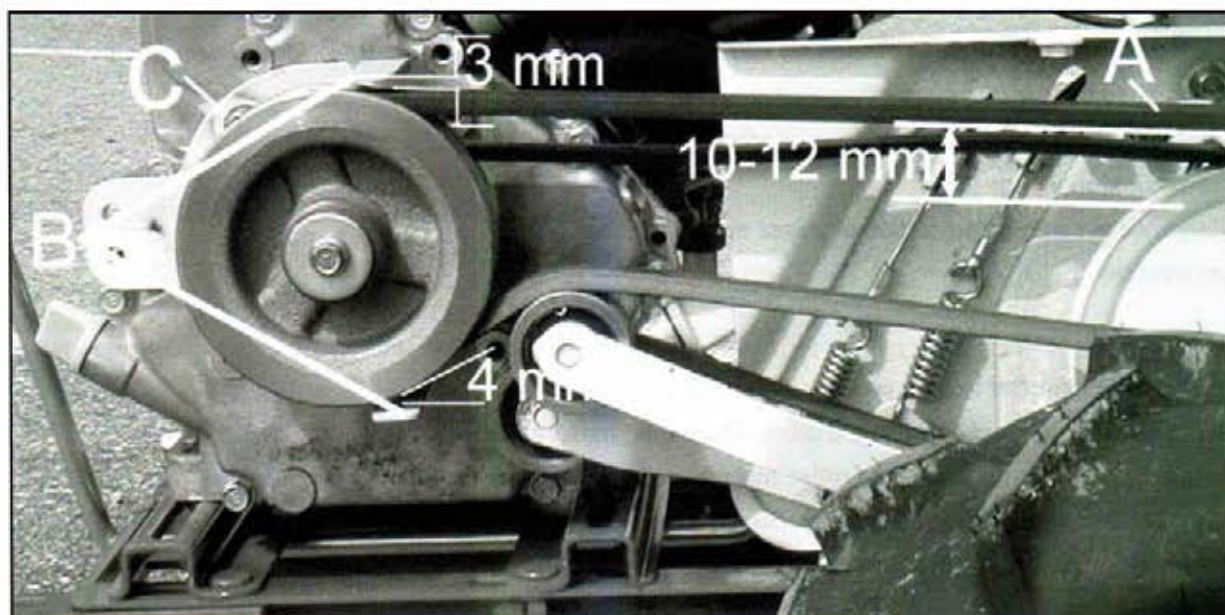

Figure 27
- Quand vous appuyer sur cette courroie avec un doigt (figure 27, repère A) la flèche doit être comprise entre 10 et 12 mm (figure 27). Si tel n'est pas le cas, modifier la tension du câble de commande des lames. Reportez-vous au chapitre « **Tension du câble commandant la rotation des lames** » page 23.
- Vérifiez aussi l'espace entre la courroie et les pattes de la pièce empêchant la courroie de sauter (figure 27, repère B).
- L'espace entre la patte supérieure et la courroie doit être de 3 mm (figure 27).
- L'espace entre la patte inférieure et la courroie doit être de 4 mm (figure 27).
- Dans le cas contraire, dévissez l'écrou maintenant cette pièce (figure 27, repère C), puis bouger la jusqu'à respecter les jeux. Revissez l'écrou, le réglage effectué.